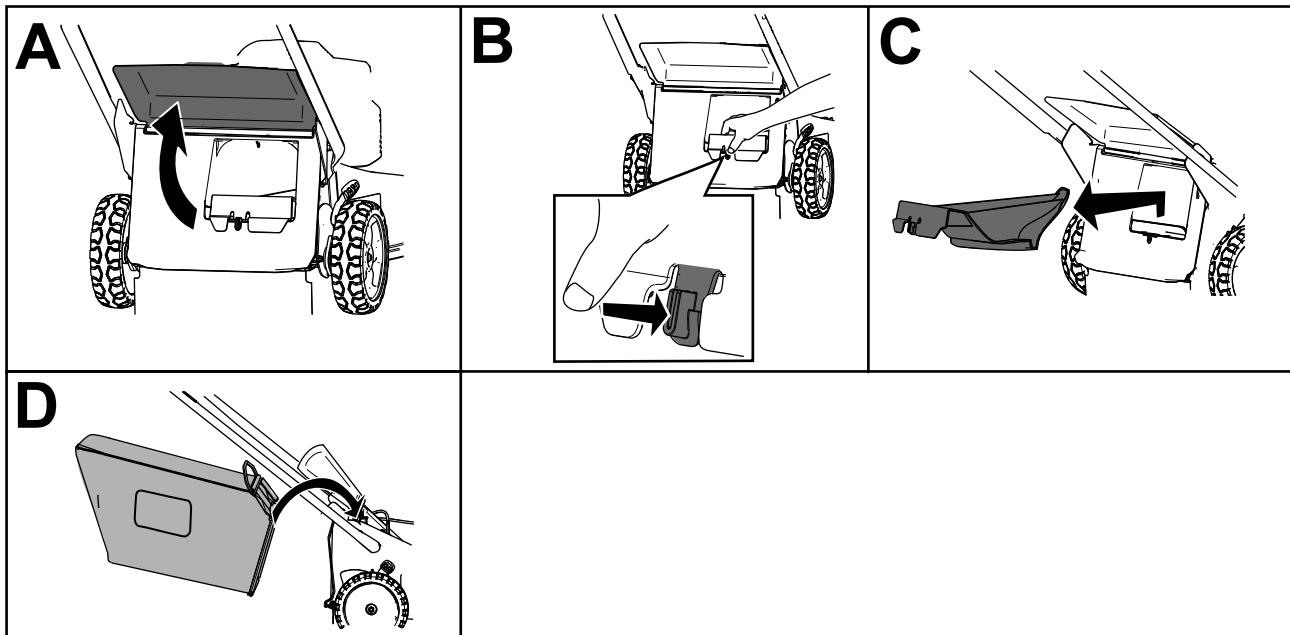

Рисунок 16
2. Поднимите и удерживайте в поднятом положении задний дефлектор (вид А на Рисунок 16).
3. Снимите заднюю выпускную заглушку, нажав на фиксатор большим пальцем и вытянув заглушку из машины (виды В и С на Рисунок 16).
4. Вставьте концы штанги травосборника в выемки в основании рукоятки и покачиванием травосборника из стороны в сторону убедитесь в том, что концы штанги находятся в нижней части обеих выемок (вид Д на Рисунок 16).
3. Выньте штангу травосборника из выемок в основании рукоятки (вид А на Рисунок 16).
4. Вставьте выпускную заглушку (вид Б на Рисунок 16).
5. Опустите задний дефлектор (вид С на Рисунок 16).